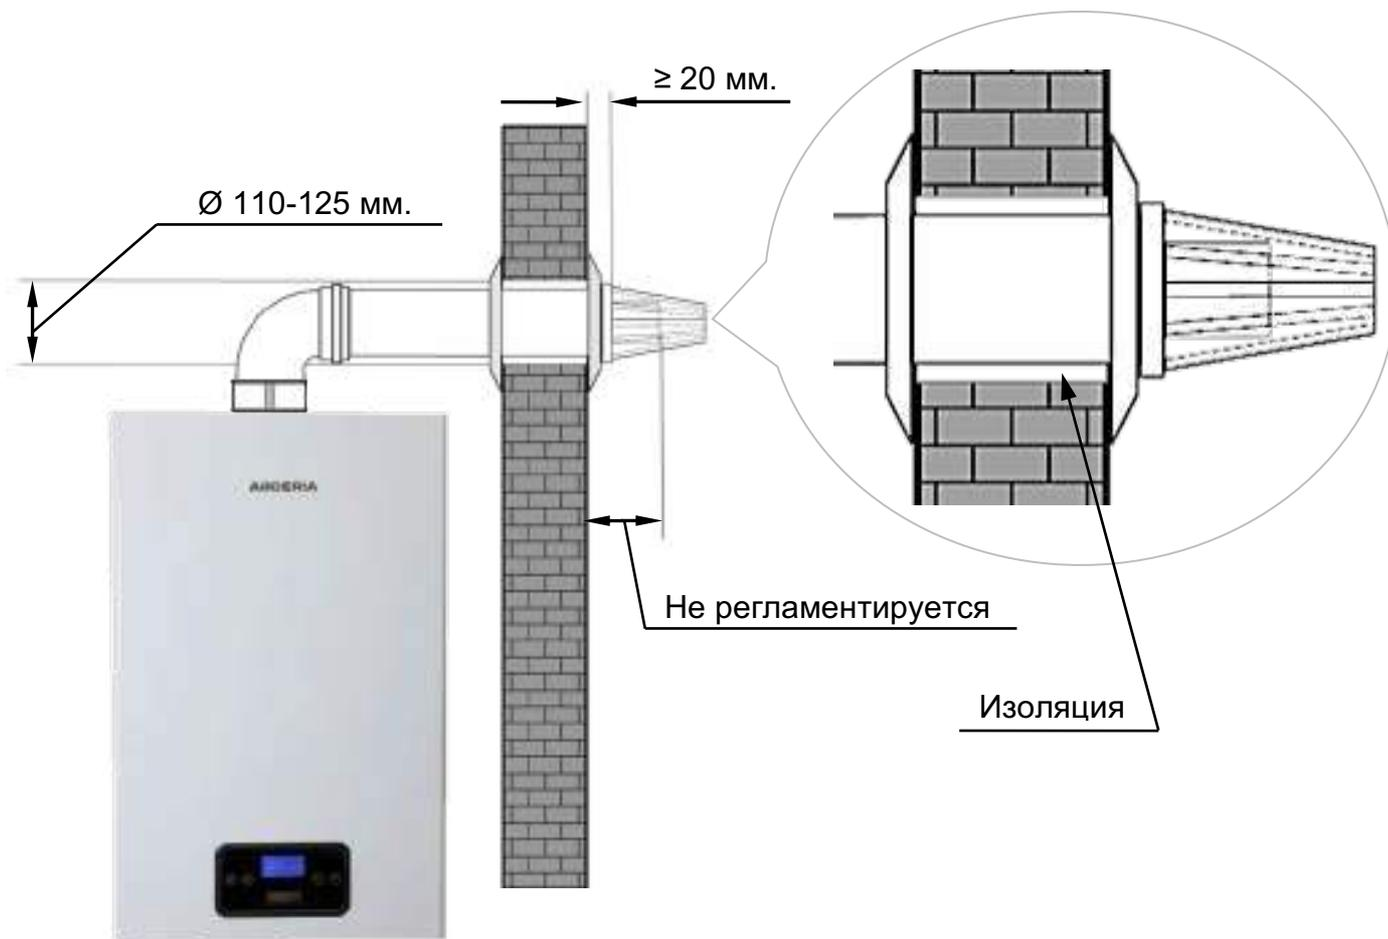

Рис. 26
- **Производитель рекомендует!** Край трубы забора воздуха после прохода сквозь стену должен выступать от стены не менее, чем на 20 мм. (См. Рис. 26).
- При прохождении трубы системы дымоудаления через стену **необходимо** изолировать её поверхность для исключения контакта со стеной. Изоляцию (См. Рис. 26) **необходимо** выполнить из несгораемого теплоизолирующего материала, которым заполняется всё пространство зазора между стеной и поверхностью трубы системы дымоудаления. (См. Рис. 26).